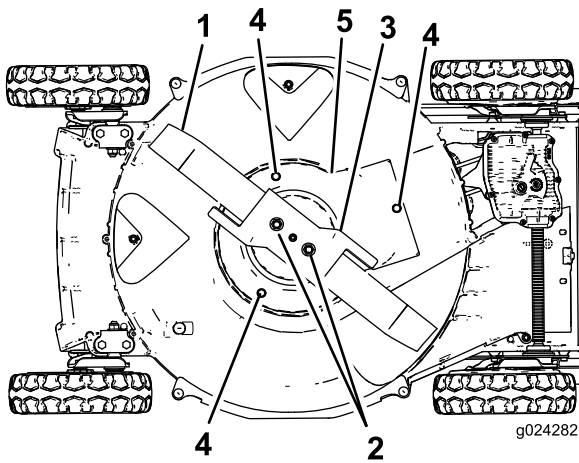

图37
6. 卸下2个刀片螺母、加速器和刀片图37。
7. 卸下将刀片制动离合器护罩固定到剪草机壳体的螺丝图37。